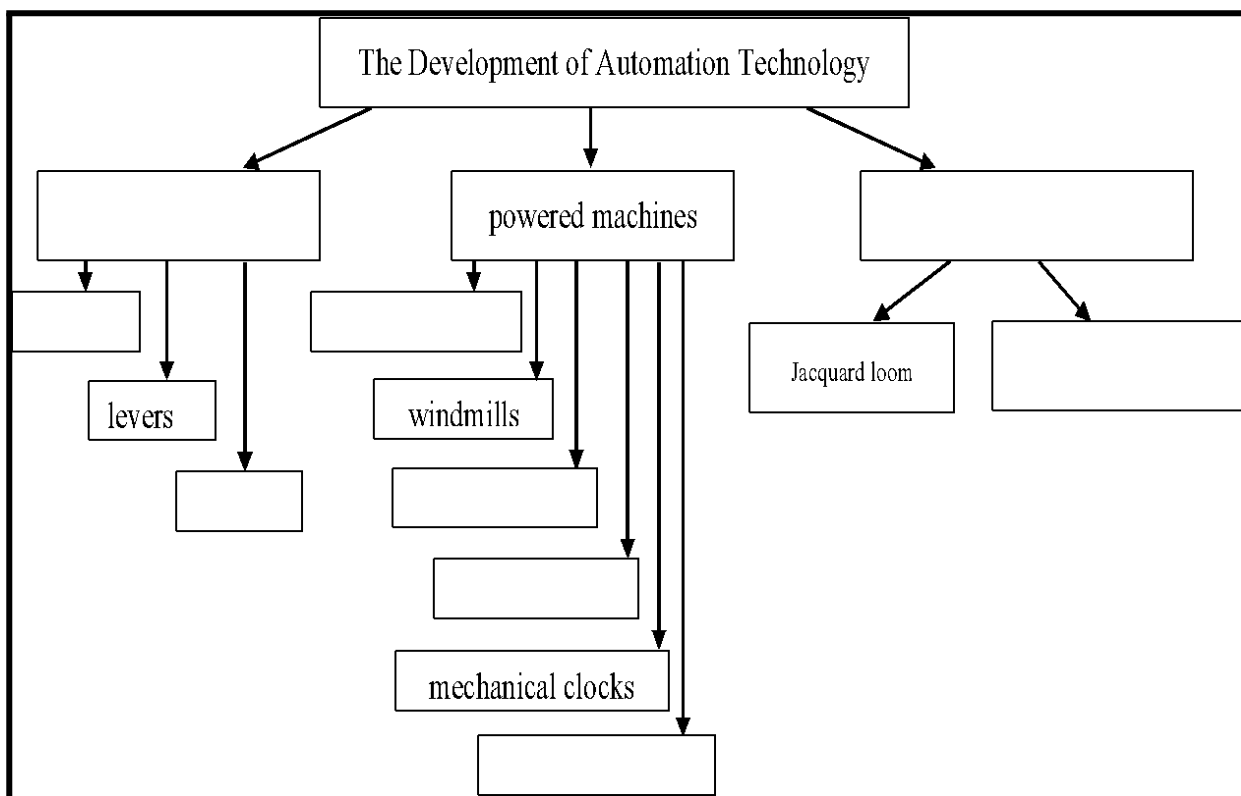

Рис. 1 Схема спайдограммы развития автоматизированного производства
**8. Заполните пустые ячейки на рис. 1, используя информацию из текста:**
**9. Расскажите, что вы узнали об истории развития автоматизированного производства, используя план из упражнения 6 Unit 1 и сведения из рис. 1.**